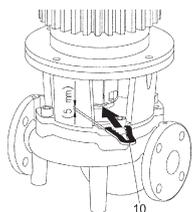

Fig. 13: Поставяне на монтажната вилка
10. Пъхнете монтажната вилка (Fig. 13, поз. 10) между латерната и куплунга. Монтажната вилка трябва да седи без хлабина.
13. Пъхнете монтажната вилка (Fig. 13, поз. 10) между латерната и куплунга. Монтажната вилка трябва да седи без хлабина.